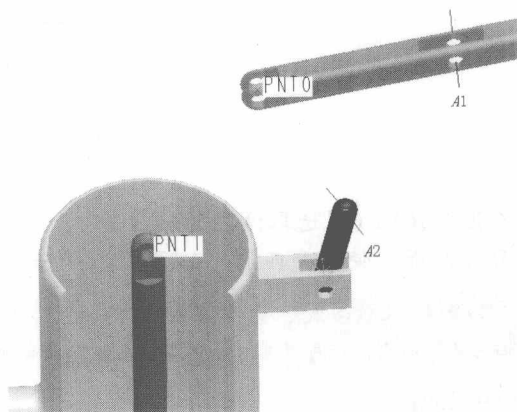

图1-14
- (1) “圆柱”连接的“轴对齐”约束选取 $A1$ 与 $A2$ 轴线，如图 1-14 所示。